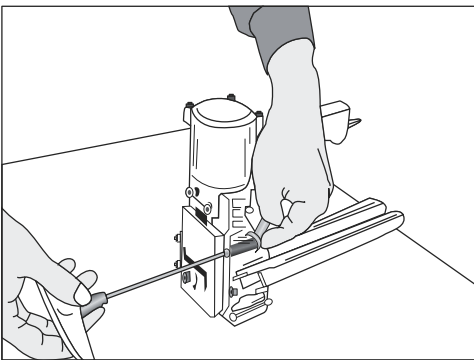

Figure 31
1. Retirez les vis et l'écrou à l'aide d'une tricoise 8 mm et d'une clé Allen 4 mm. (Voir Figure 31)